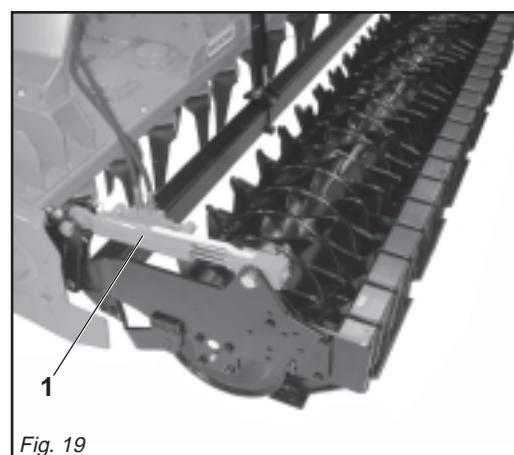

Fig. 19
La regolazione della profondità si effettua agendo sul sistema idraulico di registrazione (coppia di martinetti idraulici laterali) (1 Fig. 19).
*The work depth is adjusted by means of the similar hydraulic regulation system (pair of hydraulic side jacks) (1 Fig. 19).*
Die Einstellung der Arbeitstiefe der Maschine wird durch die Stellung der Schleppwalze festgelegt. Um die Arbeitstiefe zu verstetigen, betätigt das hydraulische Reguliersystem (zwei seitliche hydraulische Zylinder) (1 Abb. 19).
*Le réglage de la profondeur de travail de la machine est déterminé par la position du rouleau de nivellement. Pour régler la profondeur de travail il bien intervenir sur le système hydraulique de réglage (vérins hydrauliques latéraux) (1 Fig. 19).*
La regulación de la profundidad de trabajo de la máquinas la determina la posición del rodillo nivelador. La regulación de la profundidad se efectúa operando con el sistema hidráulico de regulación (1 Fig. 19).